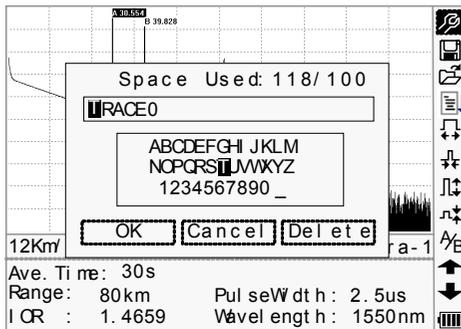

Figura 41.- Guardar traza.
- En la GUI de la figura 41, utilizar [↑] y [↓] para seleccionar , y pulsar [Enter] para entrar, como se muestra en la figura 41.